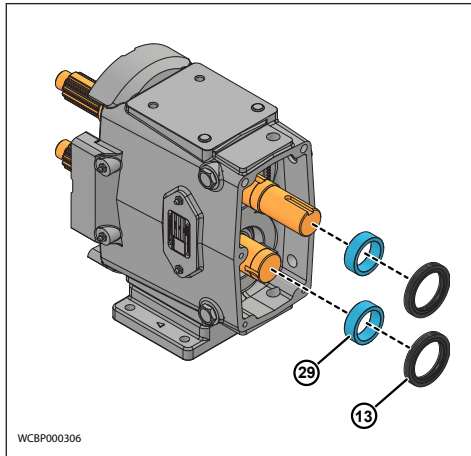

Abbildung 90 - Hintere Dichtung installieren
1. Montieren Sie die Zahnradabstützstücke (Abbildung 90, Pos. 29).
3. Montieren Sie die Öldichtungen mit der Feder nach außen gerichtet (Abbildung 90, Pos. 13).